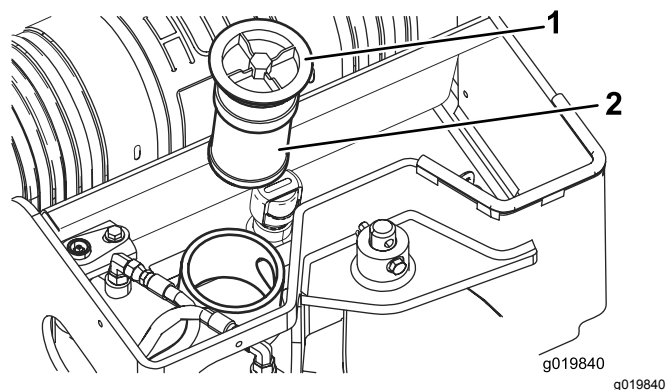

Figure 60
5. Nettoyez la surface autour du goulot de remplissage du réservoir de liquide hydraulique et enlevez le bouchon et le filtre du goulot de remplissage à l'aide d'une clé (Figure 60).